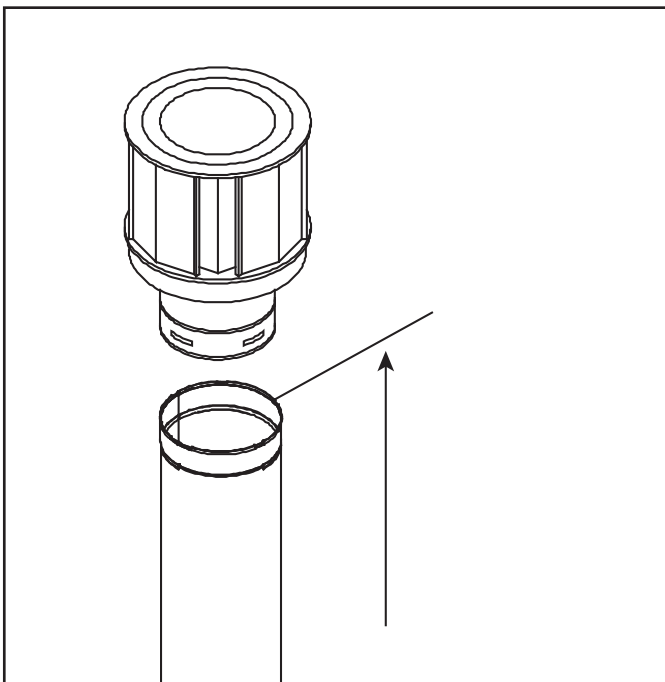

Figure 4.7. Mesure à l'extrémité supérieure de la dernière section du tuyau
- Les extrémités verticales doivent être mesurées à partir de l'extrémité supérieure de la dernière section du tuyau. Voir la figure 4.7.
- Les modèles HEIR36 (NG/LP), HEIR42 (NG/LP) et HEIR50 (NG/LP) nécessitent au moins 914 mm (36 po) de conduit d'évacuation vertical avant d'ajouter un coude à l'appareil pour la configuration du conduit d'évacuation de la figure 4.7.